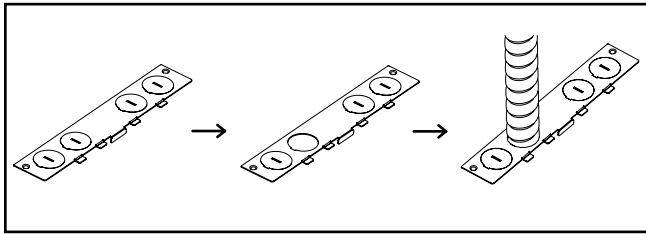

Figure 13.
8. Enlevez l'entrée défonçable, puis installez le fil d'alimentation entrant à l'aide d'un conduit flexible. Voir la figure 13.